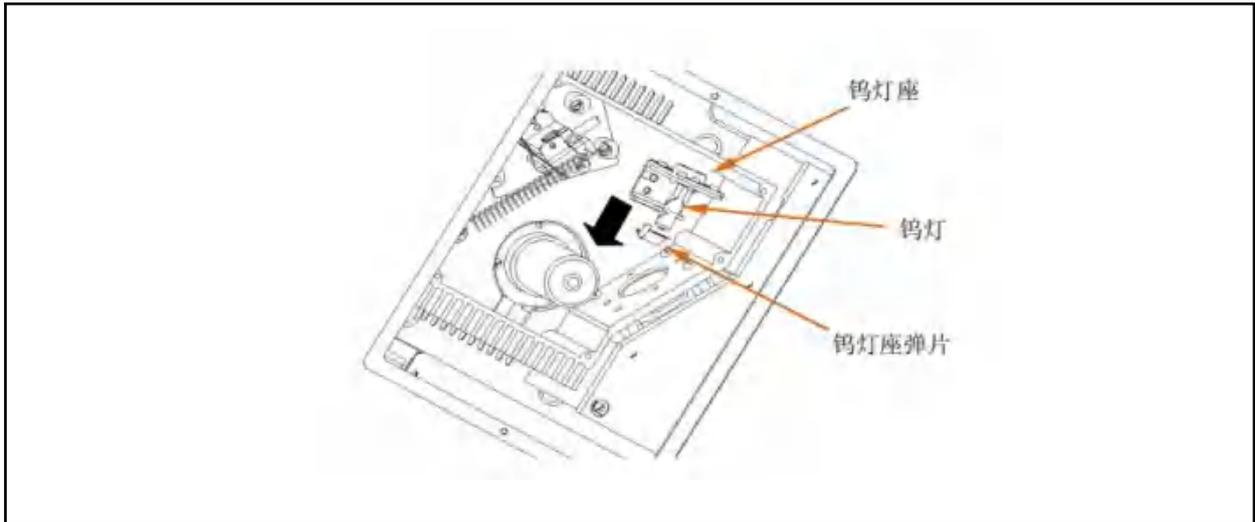

图 5-2 更换钨灯
- ① 关闭检测器，拔掉电源线，确保钨灯冷却 10 min 以上。
- ② 使用 T15 梅花改锥拆掉检测器外壳盖的螺钉，取下外壳盖。
- ③ 使用 T10 梅花改锥拆掉检测器光源室盖螺钉，移去光源室盖。
- ④ 拔下旧灯的二芯插头，使用 T15 梅花改锥拆掉钨灯灯座上的两个固定螺钉，戴上干净的白色布手套，沿图 5-2 箭头所示方向将带钨灯的整个灯座取出。